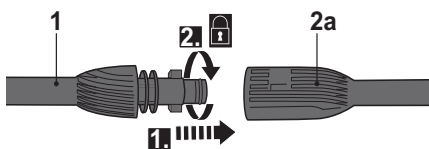

Fig. 5
- > Alinee las lengüetas presentes en la lanza de alta presión (1) con las ranuras existentes en su punto de conexión (2a) en la pistola y empuje la lanza para poder así encajarla en su sitio (Fig. 5, paso 1).
- > Gire la lanza de alta presión (1) en el sentido de las agujas del reloj para que quede encajada en su sitio de manera segura (Fig. 5, paso 2).